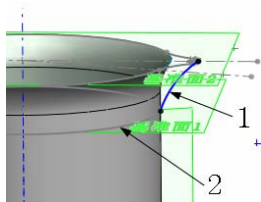

图 7-120 绘制的草图
⑤ 设置基准面。在左侧“FeatureManager 设计树”中用鼠标选择“前视基准面”, 然后单击“标准视图”工具栏中的“正视于”图标, 将该基准面作为绘制图形的基准面。
⑥ 绘制草图, 单击“草图”工具栏中“3 点圆弧”图标按钮, 绘制如图 7-120 所示的草图, 然后退出草图绘制状态。